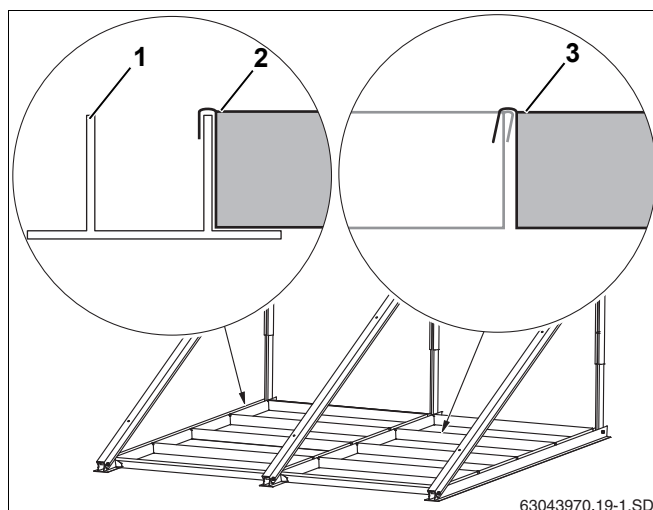

Рис. 27 На каждый коллектор 4 ванны с утяжелителем
- ▶ Установить ванны для утяжелителя (рис. 27, поз. 2) в нижний профиль (рис. 27, поз. 1) и друг в друга (рис. 27, поз. 3).